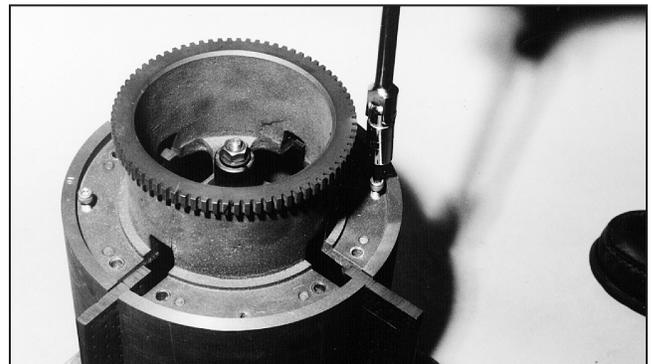

Figure 11 – Enlever le couvercle du rotor
Retirer les huit (8) vis à douille (figure 11). Se servir de quatre (4) d'entre elles comme vis de calage afin de surélever uniformément le couvercle du rotor. *Même si les goupilles de positionnement permettent de bien orienter le couvercle du rotor, des cales situées sur le rotor et le couvercle du rotor facilitent l'orientation de l'élément au cours du réassemblage.*